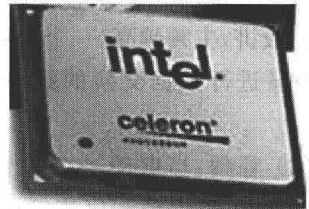
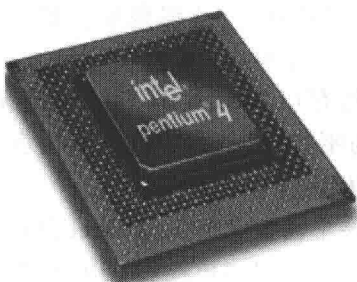
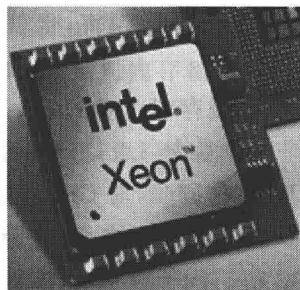
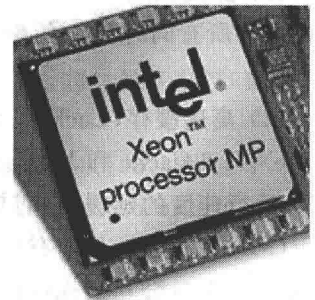

图 1-15 Celeron 4
图 1-16 Pentium 4
图 1-17 Pentium 4 Xeon
图 1-18 Intel Xeon MP
- 2000年, 产生面向低端市场的 Celeron4 处理器, 如图 1-15 所示; 面向中端的 Pentium 4 处理器, 如图 1-16 所示; 面向工作站的 Pentium 4 Xeon 的至强 CPU, 如图 1-17 所示; 面向专用服务器的 Intel Xeon MP 处理器, 如图 1-18 所示。